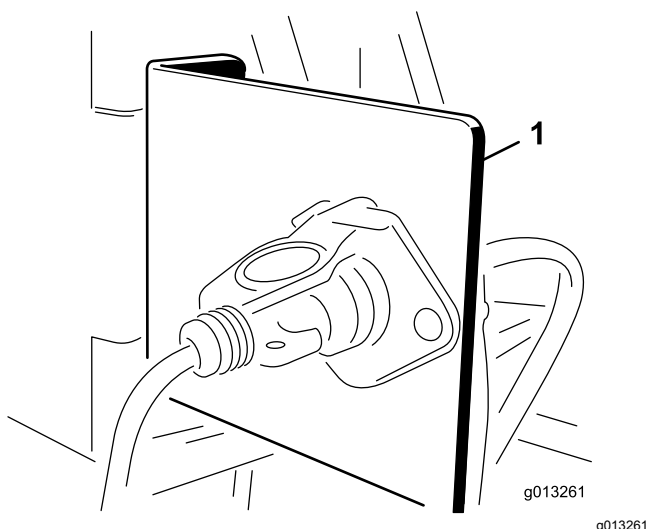

Figura 8
1. Monte el soporte del enchufe eléctrico en un punto fijo de la parte trasera del vehículo de remolque usando 1 de los soportes de montaje proporcionados (Figura 8).